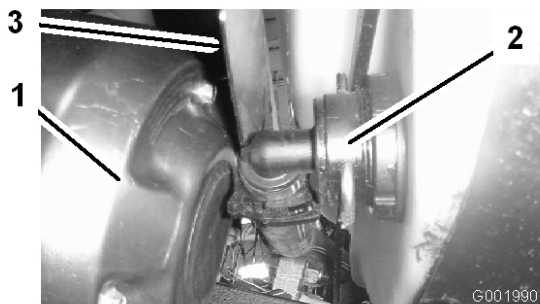

Figure 56
3. Débranchez le flexible situé sur la face avant inférieure de la cuve (Figure 56).
Remarque: Il faudra éventuellement pousser le déflecteur de chaleur (Figure 56) en arrière pour déposer le couvercle.
7. Branchez le flexible à l'avant de la cuve (Figure 56).